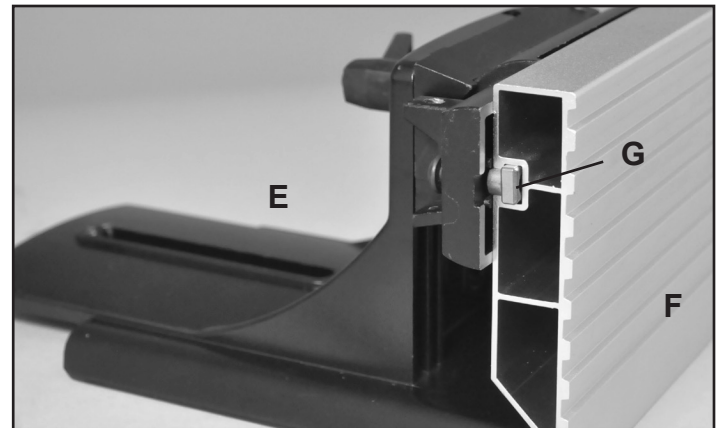

FIG. 2
2. Montar el soporte deslizante de la valla (E) a la valla (F). La tuerca cuadrada (G) debe caber en la ranura de la cerca. FIG. 2.